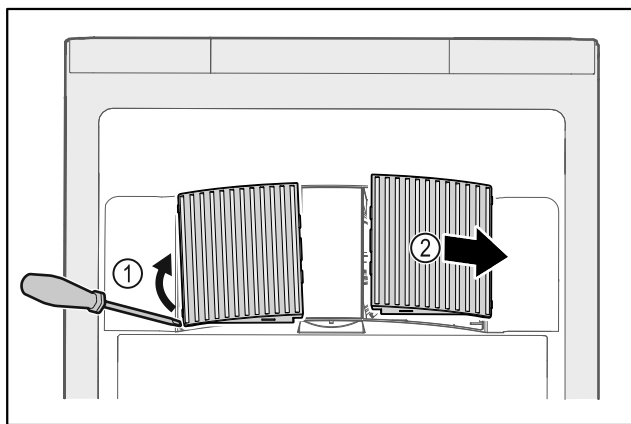

Fig. 199
- Extraire par un mouvement de levier les caches latéraux Fig. 199 (1) vers l'avant Fig. 199 (2).